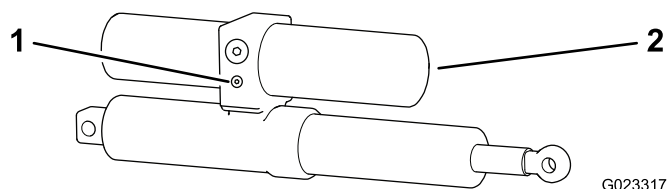

図 20
1. 各アクチュエータについている手動リリーフバルブを探し出す (図 20)。